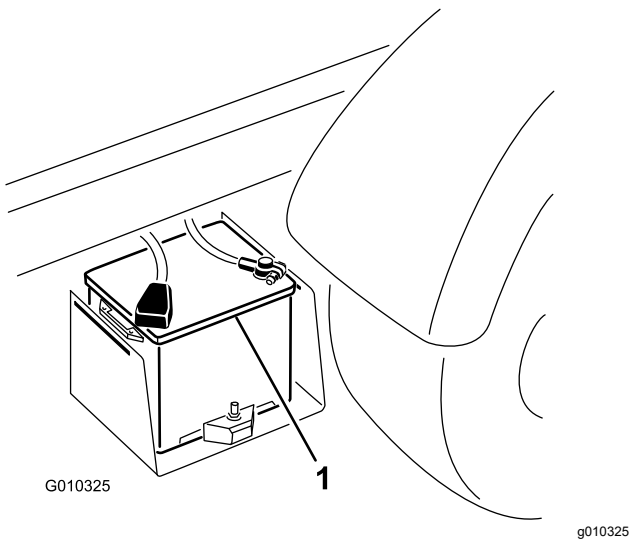

図 43
2. 2 台のバッテリーのプラス 端子同士をブースタケーブルでつなぐ 図 43。